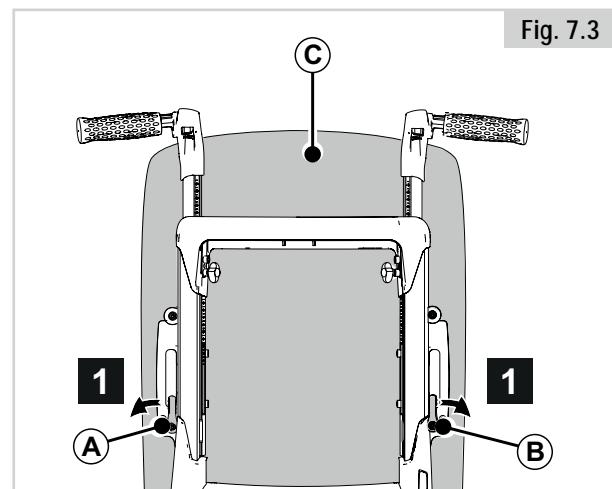

Fig. 7.3
7.2 Aftagning af rygpuden (Fig. 7.3)
- Drej (A) og (B).
- Du trækker (C) fremad og opad nedefra og tager den af.